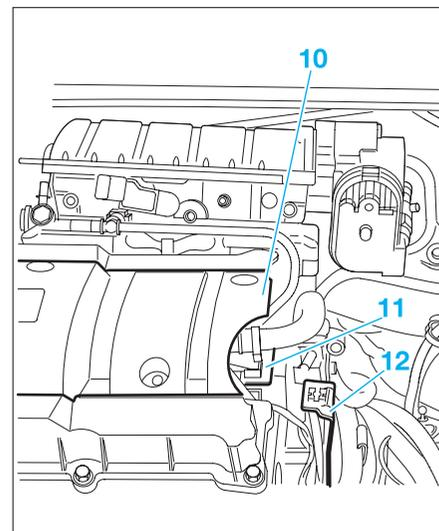

FIG. 25
- Désaccoupler le raccord (4).
- Déposer (Fig. 25) :
- le cache-style (10)
- le boîtier bobine compacté (11)